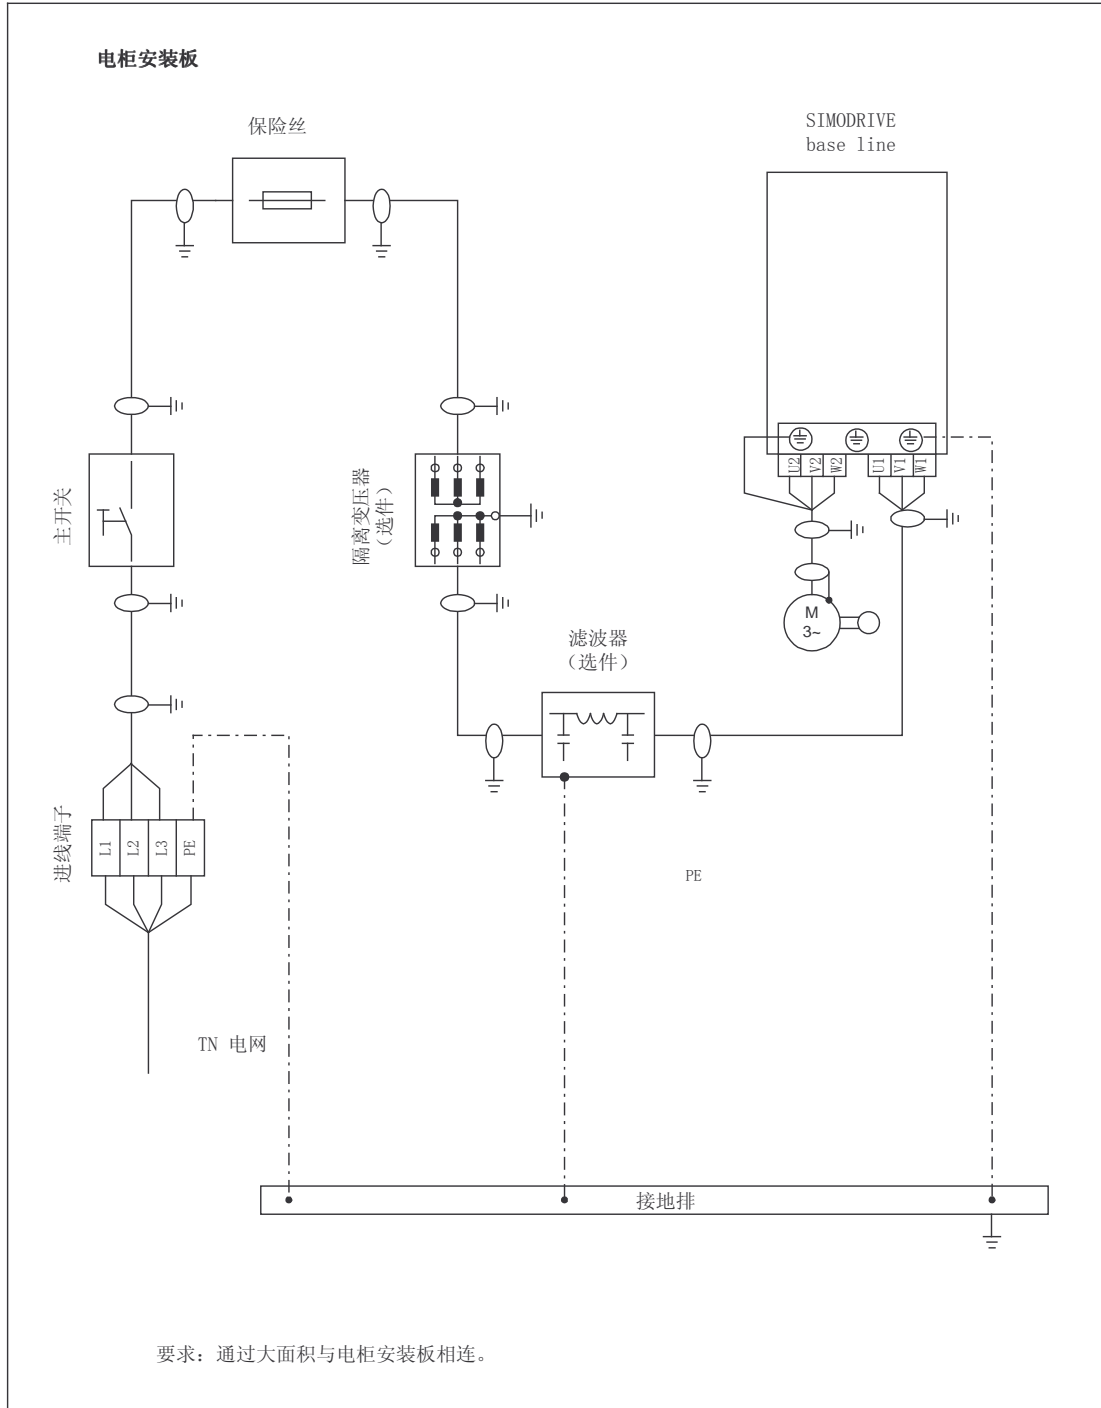

图2-9 电源连接示意图(单轴伺服系统)
在外部电网为TN系统电源时，要求电源连接如图2-9所示。
1. 电网为IT系统或TT系统，隔离变压器连接如图2-9所示；